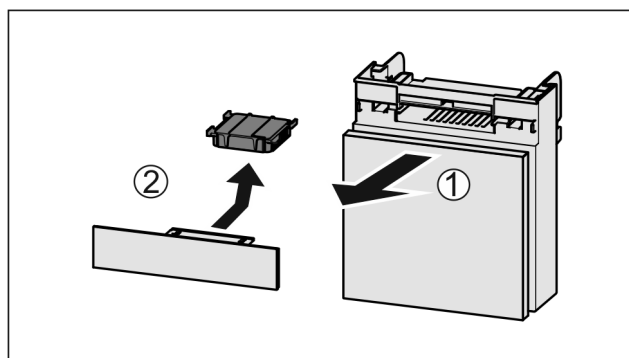

Fig. 46
- ▶ Estrarre il vano tirando in avanti Fig. 46 (1).
- ▶ Rimuovere il filtro a carboni attivi Fig. 46 (2).